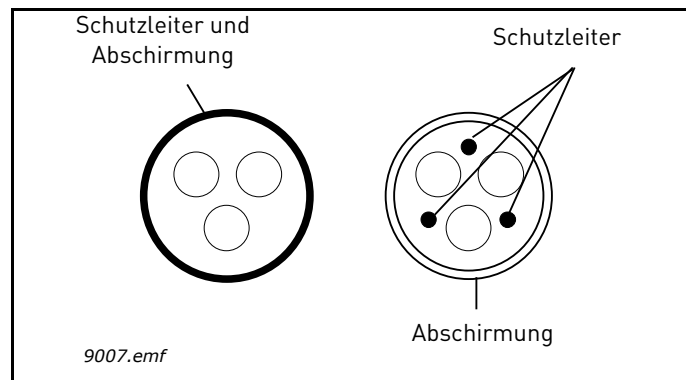

Abbildung 21.
- 2 = Symmetrisches Stromkabel mit konzentrischem Schutzleiter für spezifische Netzspannung (MCMK o. Ä. empfohlen). Siehe Abbildung 21.
- 3 = Symmetrisches Stromkabel mit kompakter niederohmiger Abschirmung für spezifische Netzspannung [MCCMK, EMCMK o. Ä. empfohlen; empfohlene Übertragungsimpedanz der Kabel (1...30 MHz) max. 100 mΩ/m]. Siehe Abbildung 21.